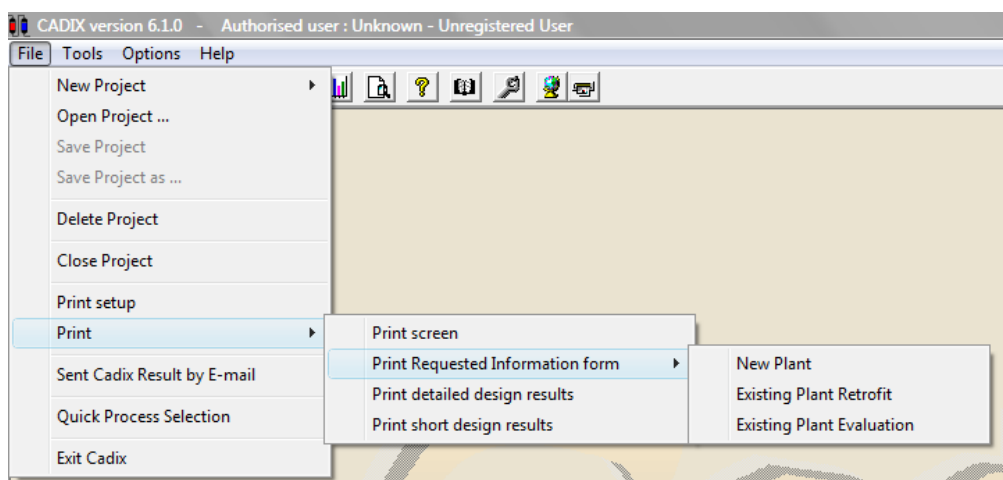

Figura 5.17: Menú desplegable de “Print Requested Information form”
- “Print Requested Information form”: imprimir el formulario de información solicitada. Dentro de éste hay otras 3 opciones a elegir, mostradas en la figura 5.17.